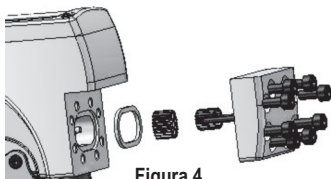

Figura 4
F.4.2 Use uma chave inglesa para retirar os parafusos hexagonais do corpo da válvula. Veja a Figura 4;